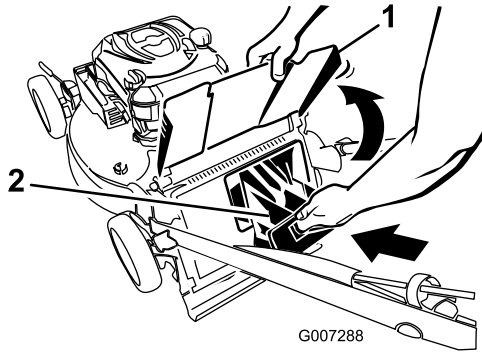

Figure 28
**Important:** Vérifiez que l'obturateur de l'éjecteur arrière est bien verrouillé en place. Pour enlever l'obturateur : relevez le déflecteur d'éjection (Figure 28), appuyez fermement sur l'obturateur